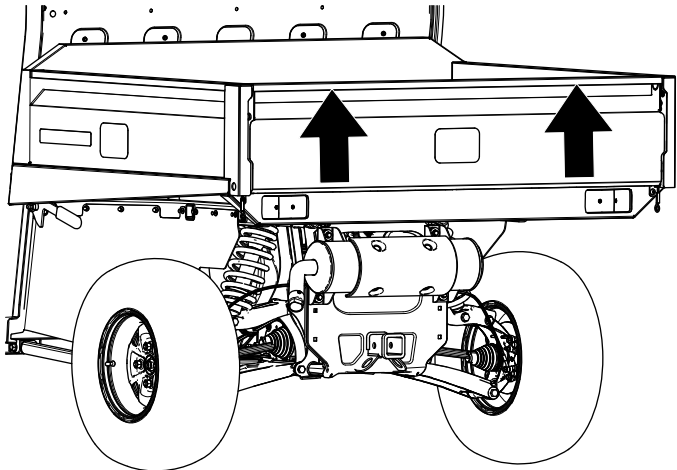

Figure 81
2. Soulevez le hayon des deux mains en le prenant par le bord supérieur (Figure 81).